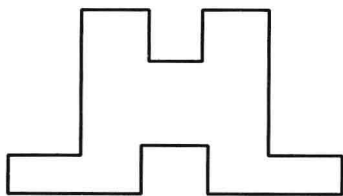
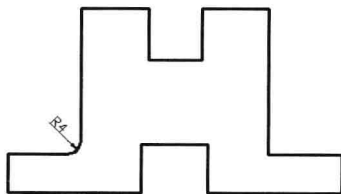

图 4-5-28
图 4-5-29
(1) 打开素材文件“4-5-8.dwg”文件，如图4-5-28所示。
(2) 单击“常用”选项卡，在“修改”面板中单击“圆角”按钮，或者选择菜单命令“修改/圆角”。
(3) 命令行提示“当前设置:模式 = 修剪, 半径 = 0.0000 选择第一个对象或 [放弃(U)/多段线(P)/半径(R)/修剪(T)/多个(M)]”，输入“r”，按Enter键。
(4) 命令行提示“指定圆角半径 <0.0000>”，输入“4”，按Enter键。
(5) 命令行提示“选择第一个对象或 [放弃(U)/多段线(P)/半径(R)/修剪(T)/多个(M)]”，分别单击两条相邻的直线，即可创建这两条直线之间的圆角，如图4-5-29所示。